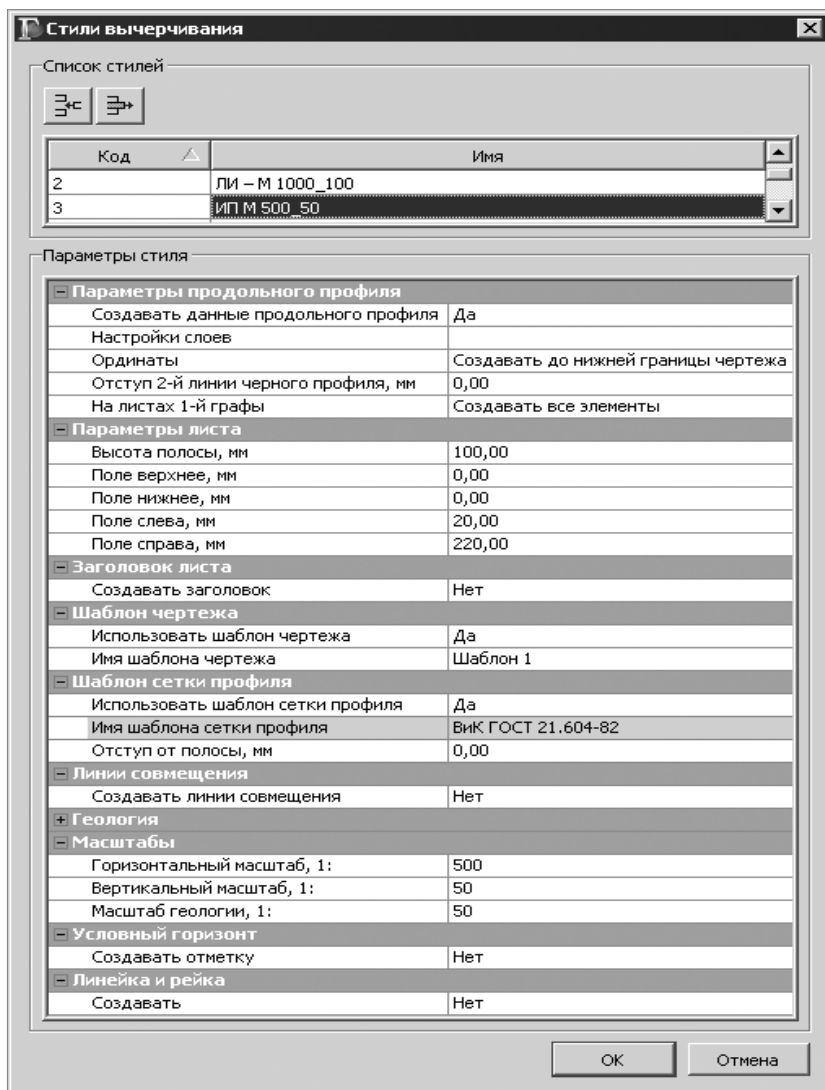

Рис. 13.4
Перед созданием чертежей продольного профиля можно выполнить настройку стилей вычерчивания. Стили создаются, редактируются, удаляются в отдельном диалоге **Стили вычерчивания** (рис. 13.4), который вызывается одноименной командой, находящейся в меню **Сетка чертежей профиля**. Стили вычерчивания являются общим ресурсом, импортируются и экспортируются через файл DBX. В стиле задаются практически все свойства, которые необходимы для оформления чертежа. Подробнее рассмотрим наиболее важные.
2. В открывшемся диалоге **Стили вычерчивания** (рис. 13.4) в **Списке стилей** выберите стиль – *ИП М 500\_50*.